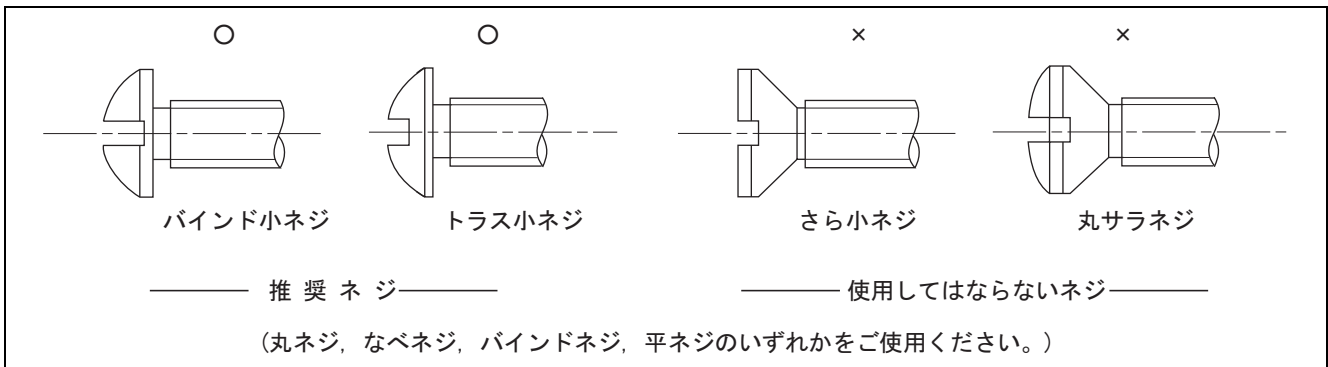

図8 推奨のネジ, 使用してはならないネジの種類
- (ii) 皿ネジは半導体デバイスに異常な応力を加えることとなりますので絶対に使用しないでください (図8 参照)。